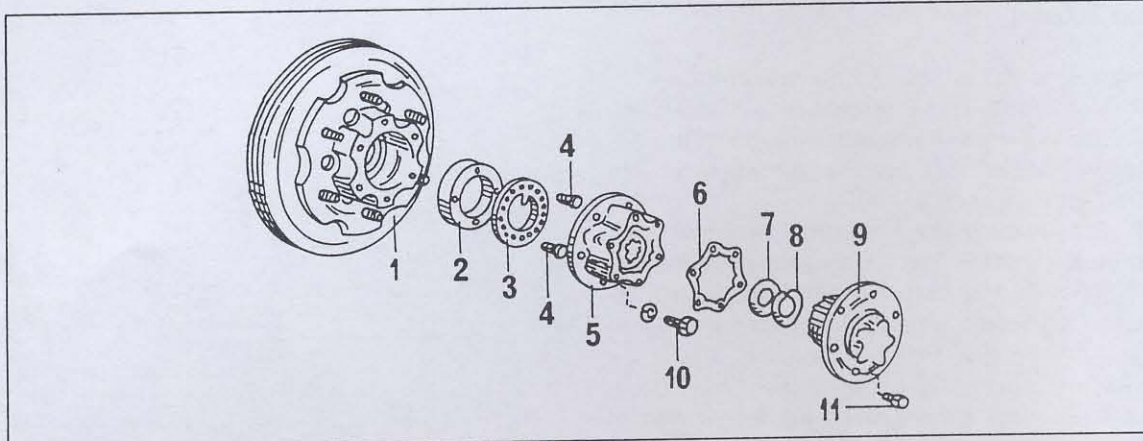

Bild 236
- Eine Federwaage mit "cmkp"- oder "Ncm"-Einteilung an einem der Radbolzen anhängen und in Pfeilrichtung von Bild 236 an der Federwaage ziehen. Die Anzeige muss zwischen 3 - 13 cmkp oder 30 - 130 Ncm liegen. Ebenfalls kann man eine auf Gewicht ansprechende Federwaage (z.B. wie eine Sackwaage) verwenden.
- Die Schrauben (8) einsetzen und mit einem Drehmoment von 50 - 60 Nm anziehen. Das Drehmoment der zusammengebauten Radnabe in ähnlicher Weise ausmessen, wie es in Bild 236 gezeigt wurde. Falls der Unterschied zwischen der anfänglichen Messung und der eben durchgeführten Messung mehr als 1,4 kg an der Zugwaage beträgt, muss die Freilaufnabe wieder ausgebaut werden, da man einen Fehler beim Einbau gemacht haben kann.